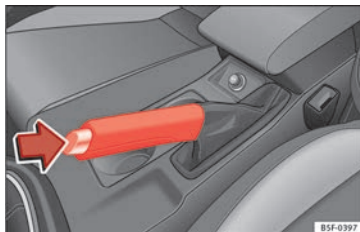

Fig. 189 Il freno a mano, ubicato tra i due sedili anteriori.
- Tirare con decisione la leva del freno a mano verso l'alto » **fig. 189**.
- Tenendo premuto (nella direzione indicata dalla freccia » **fig. 189**) il tasto di sblocco, spostare prima la leva leggermente verso l'alto e poi abbassarla del tutto » **▲**.